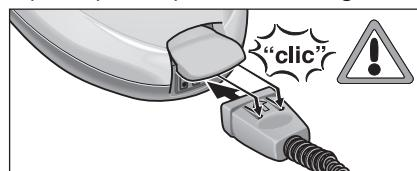

Fig. 1: Introducerea ștecarului monobloc
- Introduceți bine ștecarul monobloc (C7), în priza aparatului (A1). Astfel, cele două ciocuri ale ștecarului monobloc, trebuie să intre în capacul prizei aparatului (vezi fig. 1).